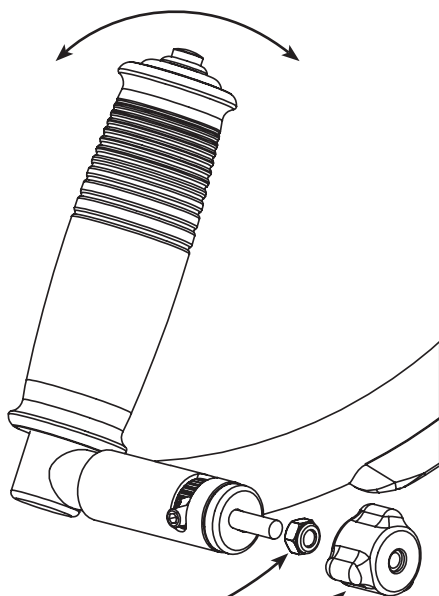

Fig. FS-18
Étape 1: Enlevez l'écrou papillon et desserrez l'écrou nylock dans le sens contraire des aiguilles d'une montre, pour permettre un mouvement libre de la poignée (voir la Fig. FS-18).